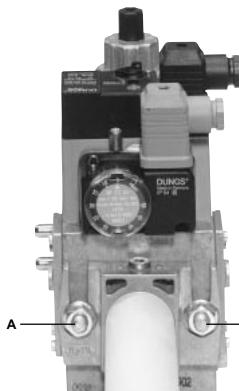
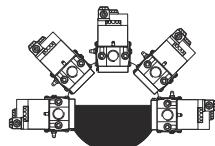

Fig. 3
Fig. 6
- stringere le viti A, B, C e D (Fig. 3 - Fig. 4), rispettando le posizioni di montaggio (Fig. 6);